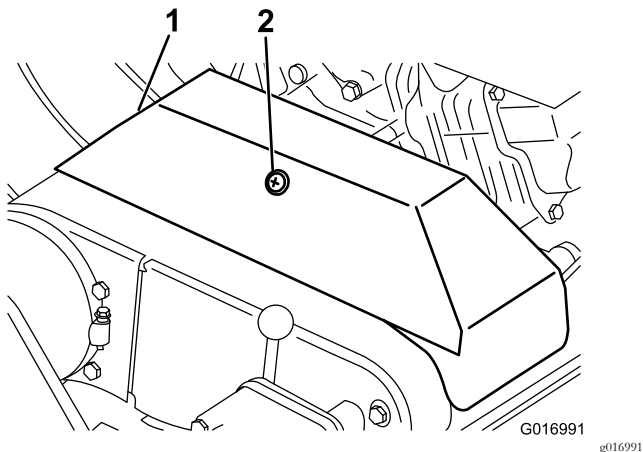

Figura 33
3. Afloje el retenedor que sujeta la cubierta de las correas en V y abra la cubierta (Figura 33).